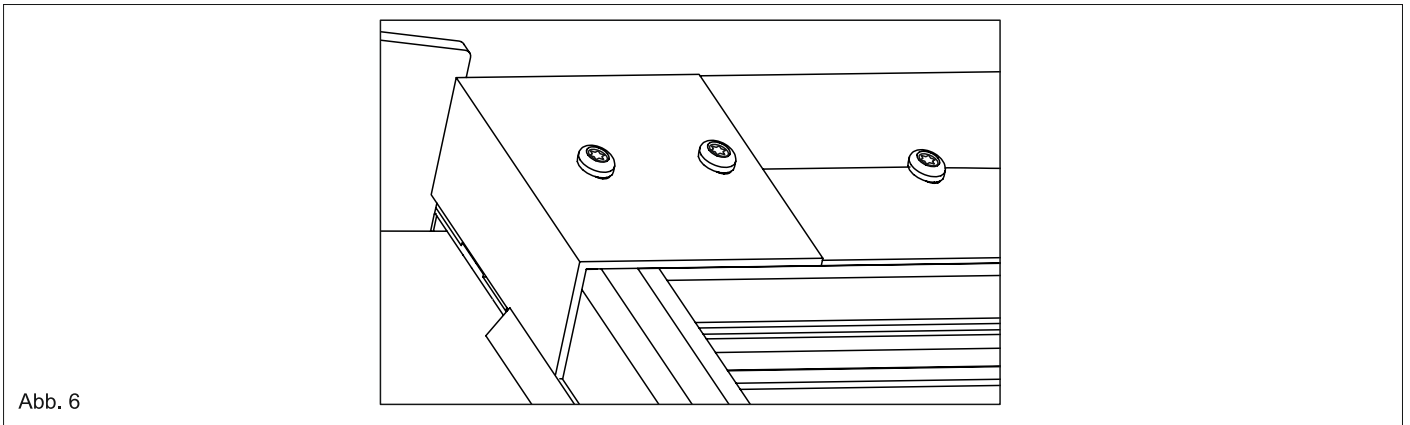

Abb. 6
6. Knicken Sie überstehende Enden von den Wandprofildichtungen, die an dem Sparrenabdeckungen sitzen, nach unten und befestigen Sie den Abschlusswinkel mit jeweils 2 Bohrkopfschrauben an den Sparrenabdeckungen fest. Siehe Abb. 6.